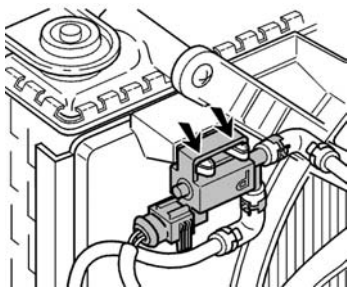

Fig. 1
- Détacher l'électrovanne de purge de son support (Fig. 1).